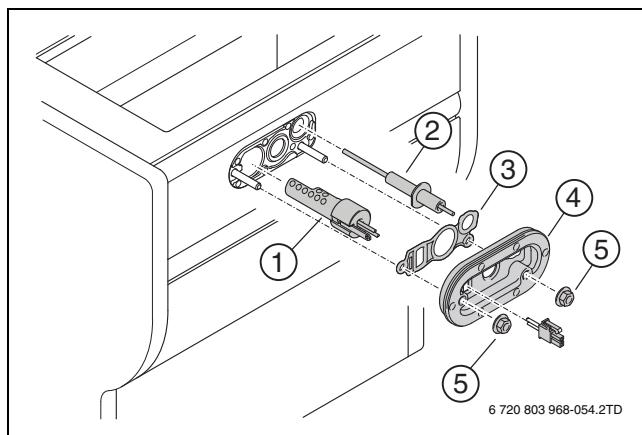

Fig. 59 Înlocuirea instalației de aprindere
► La fiecare 4 ani garnitura de etanșare (→ fig. 59, [3]) și placă de acoperire trebuie înlocuite cu garnitura de etanșare (→ fig. 59, [4]).